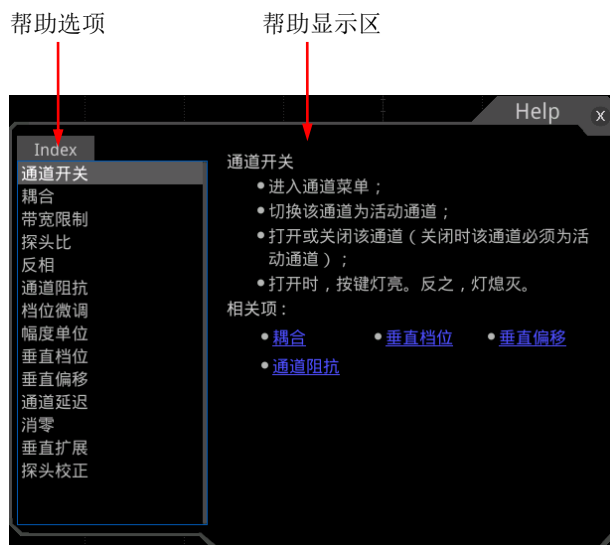

图 1-15 帮助信息
2. 点击“查看帮助”菜单项，屏幕弹出帮助界面，如图 1-15 所示。帮助界面主要分两部分，左边为“帮助选项”，右边为“帮助显示区”。